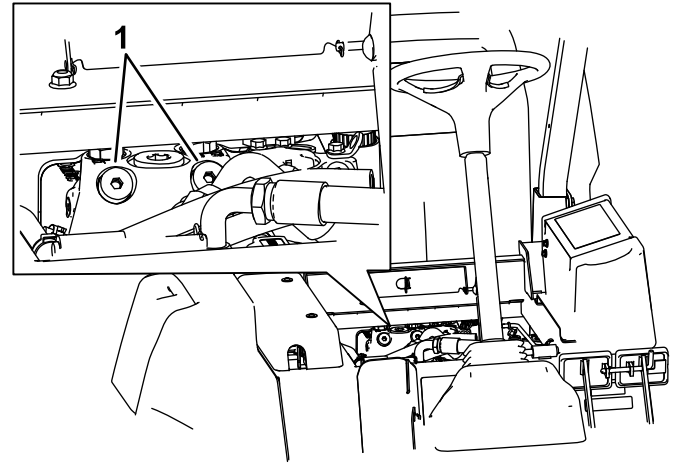

Figure 38
1. Soulevez le siège et localisez les vannes de dérivation qui sont situées sous l'avant du réservoir de carburant (Figure 38).